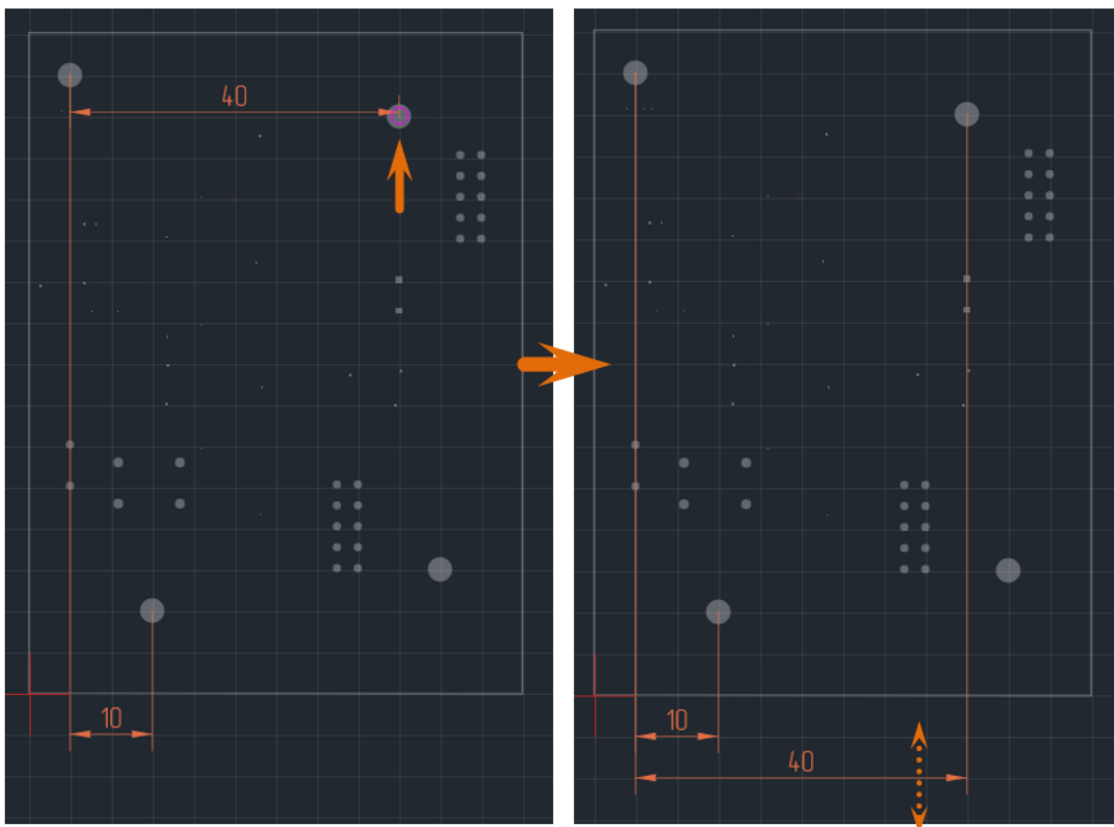

Рис. 455 Размещение горизонтальной размерной линии от общей базы. Второй размер
6. Перемещайте курсор и установите точку размещения второй выносной линии для следующего размера, первая выносная линия будет зафиксирована в общей базе размерной линии. Установите длину и направление выносных линий, см. Рис. 455.